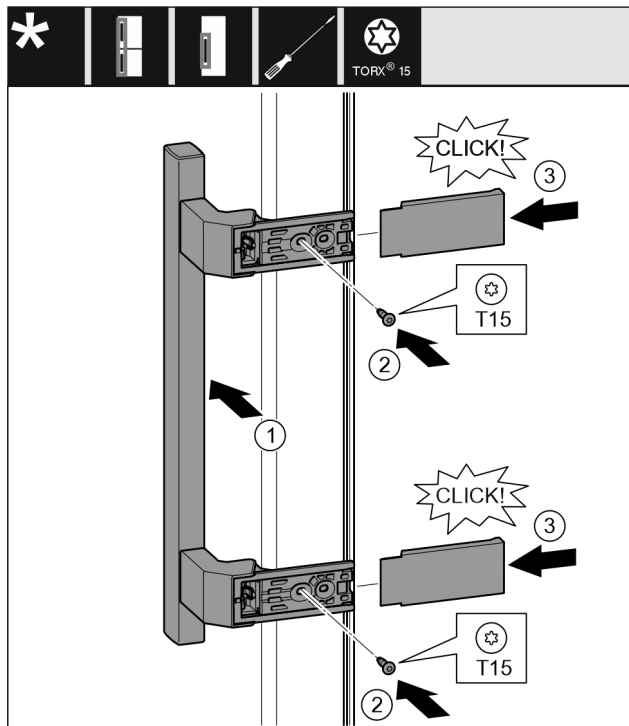

Fig. 16
- ▶ Vendosni dorezën në anën e kundërt. Fig. 16 (1)
- ▶ Mbërtheni fort vidat me një kaçavidë T15. Fig. 16 (2)
- ▶ Vendosni kapakët mbulues anash dhe shtyjini. Fig. 16 (3)